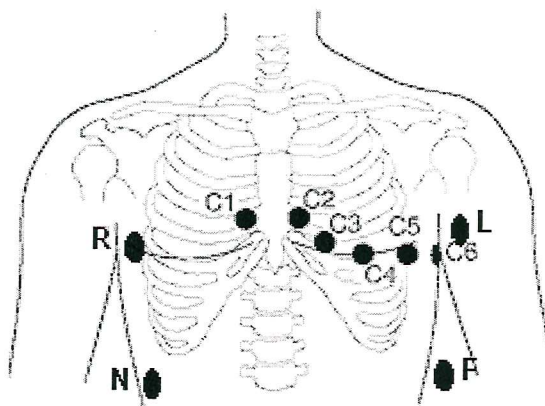

Рисунок 2
7.1.4 Расположение электродов должно быть (рисунок 2) следующим:
6.6 Подключите к кабелю электрокардиографическому преобразователя электроды. 6.7 Включите ПК или ПЭВМ и запустите программу «Cardian_PM». 7 ПОРЯДОК РАБОТЫ 7.1 Проведение обследования 7.1.1 Произведите действия описанные в разделе 6 «ПОДГОТОВКА К РАБОТЕ». 7.1.2 Смочите рабочую поверхность контактного элемента и кожу пациента в местах наложения электродов электродным контактным веществом. 7.1.3 Установите электроды на пациента. Электроды должны находиться на плоской поверхности тела над мышцами, а не над костными выступами, в местах, лишенных волос, на предплечьях и голених – это внутренние поверхности запястий и внутренние поверхности голених сразу над лодыжками. В комплект поставки электродов входят 4 электрода электрокардиографических прижимных для установки на конечности (R, L, F, N) и 6 электродов электрокардиографических присасывающих с присосками для установки на грудной клетке. 7.1.4 Расположение электродов должно быть (рисунок 2) следующим: - на конечностях (предплечьях и голених): - маркировка R – правая рука - маркировка L – левая рука; - маркировка F – левая нога;